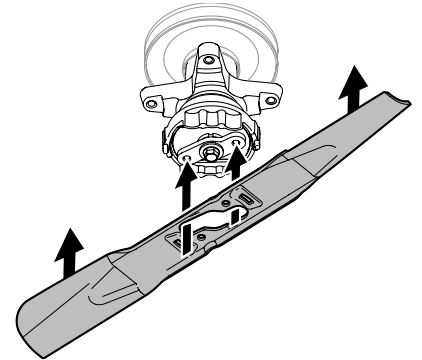

Figura 4-9
- Coloque la cuchilla debajo del conjunto del eje y alinee con cuidado la abertura grande en el centro de la cuchilla sobre el retenedor de la cuchilla del conductor. Ver Figura 4-9.